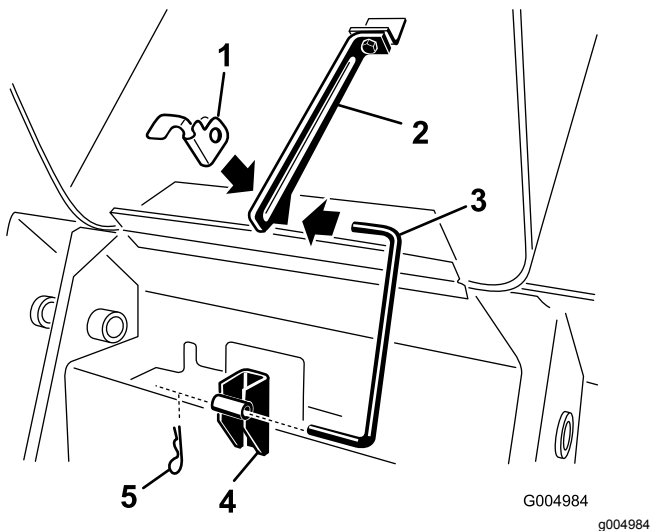

Figura 41
- Tirare la chiavetta a forcella dall'estremità inferiore dell'asta di supporto del cofano e sfilare l'asta di supporto dalle staffe e dalla linguetta dell'asta di supporto (Figura 41).
8. Installare l'asta di supporto nelle staffe e nell'apposita linguetta e fissarla con la chiavetta a forcilla (Figura 41).